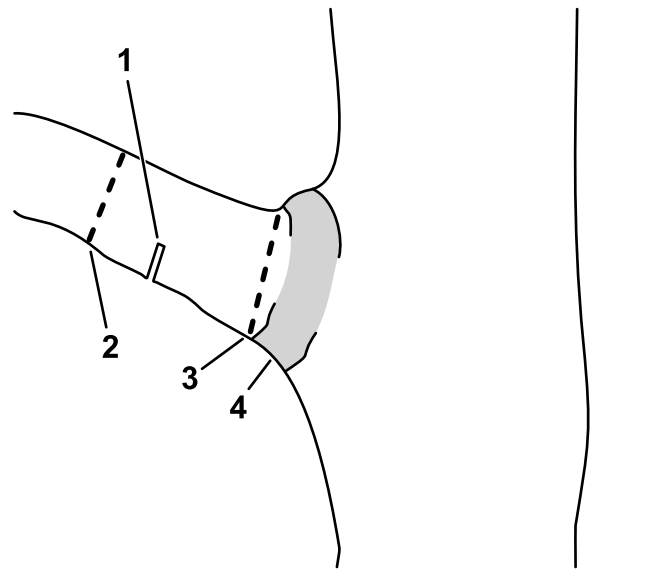

Figura 13
- C. Corte el muñón de la rama en el cuello de la rama (Figura 13).